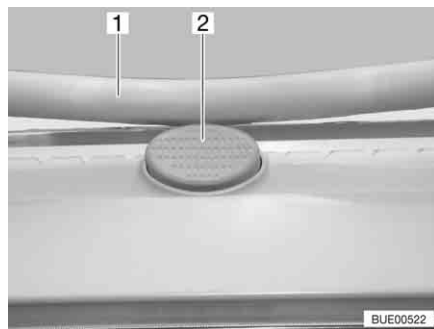

Bild 104 Sicherungsknopf an der Heki-Dachhaube
- Den Sicherungsknopf (Bild 104,2) drücken und den Bügel (Bild 104,1) mit beiden Händen nach unten ziehen.
- Den Bügel mit beiden Händen nach oben drücken, bis der Bügel oberhalb des Sicherungsknopfes (Bild 104,2) liegt.